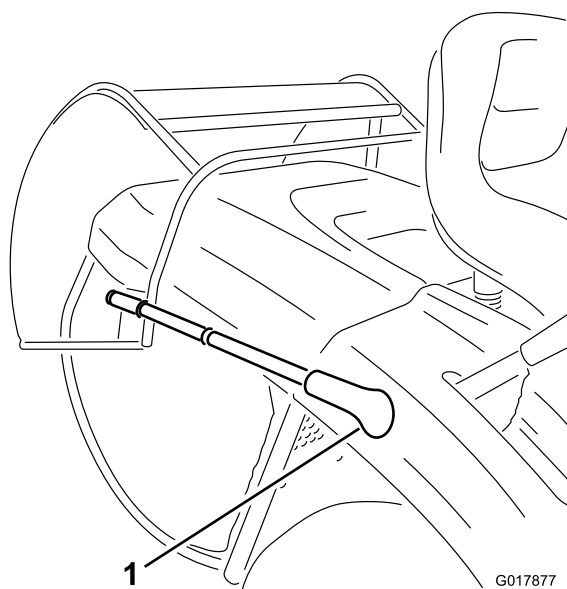
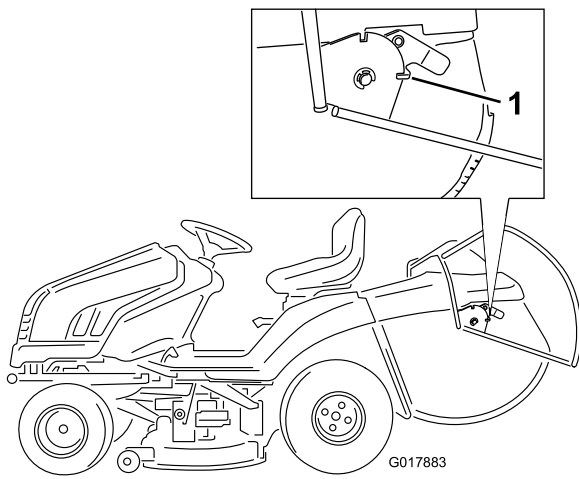

Figura 18
Figura 19
3. Tire de la palanca de volteo del recogedor hacia adelante y voltee el recogedor (Figura 18) hasta que el cierre se enganche, para bloquear el recogedor en la posición abierta (Figura 19).